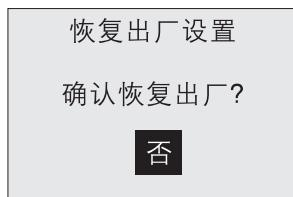

图23 恢复出厂设置
- 恢复出厂设置操作：在设备维护菜单2中，选中恢复出厂设置，进入恢复出厂设置界面如下（默认为否），按“上”、“下”键选项光标变为[是]，按“确认”系统即恢复出厂默认设置，光标同时变为[否]，如图23。